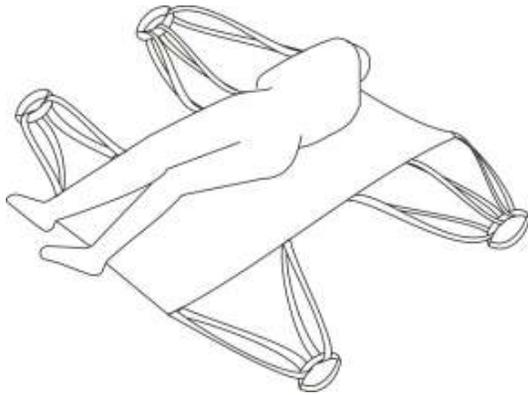

Figura 23. Forma de poner el arnés tipo camilla.
- ✓ Gire de medio lado al paciente y ubique el arnés bajo su espalda. luego gírelo para el lado contrario y termine de sacar el arnés por debajo de su espalda. (ver figura 23) Tenga especial cuidado de que cuando realice este procedimiento, el paciente quede centrado verticalmente en el arnés y de que las piernas o cabeza no queden por fuera de este.